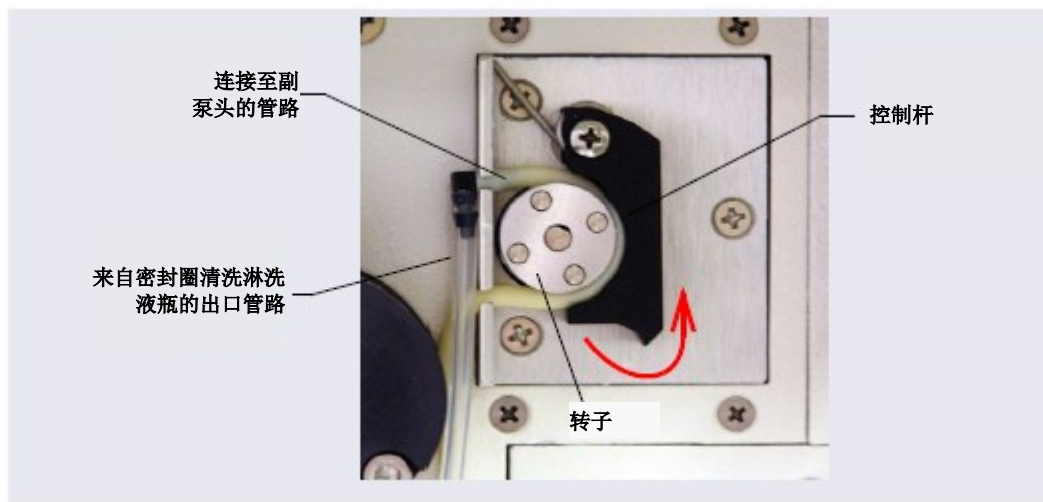

图 4-4. 蠕动泵
4. 检查管路是否接入蠕动泵（见图 4-4）。如果未接入，向上并向右提升蠕动泵上的控制杆，将管路适当插入控制杆和转子之间，然后松开控制杆以固定管路。